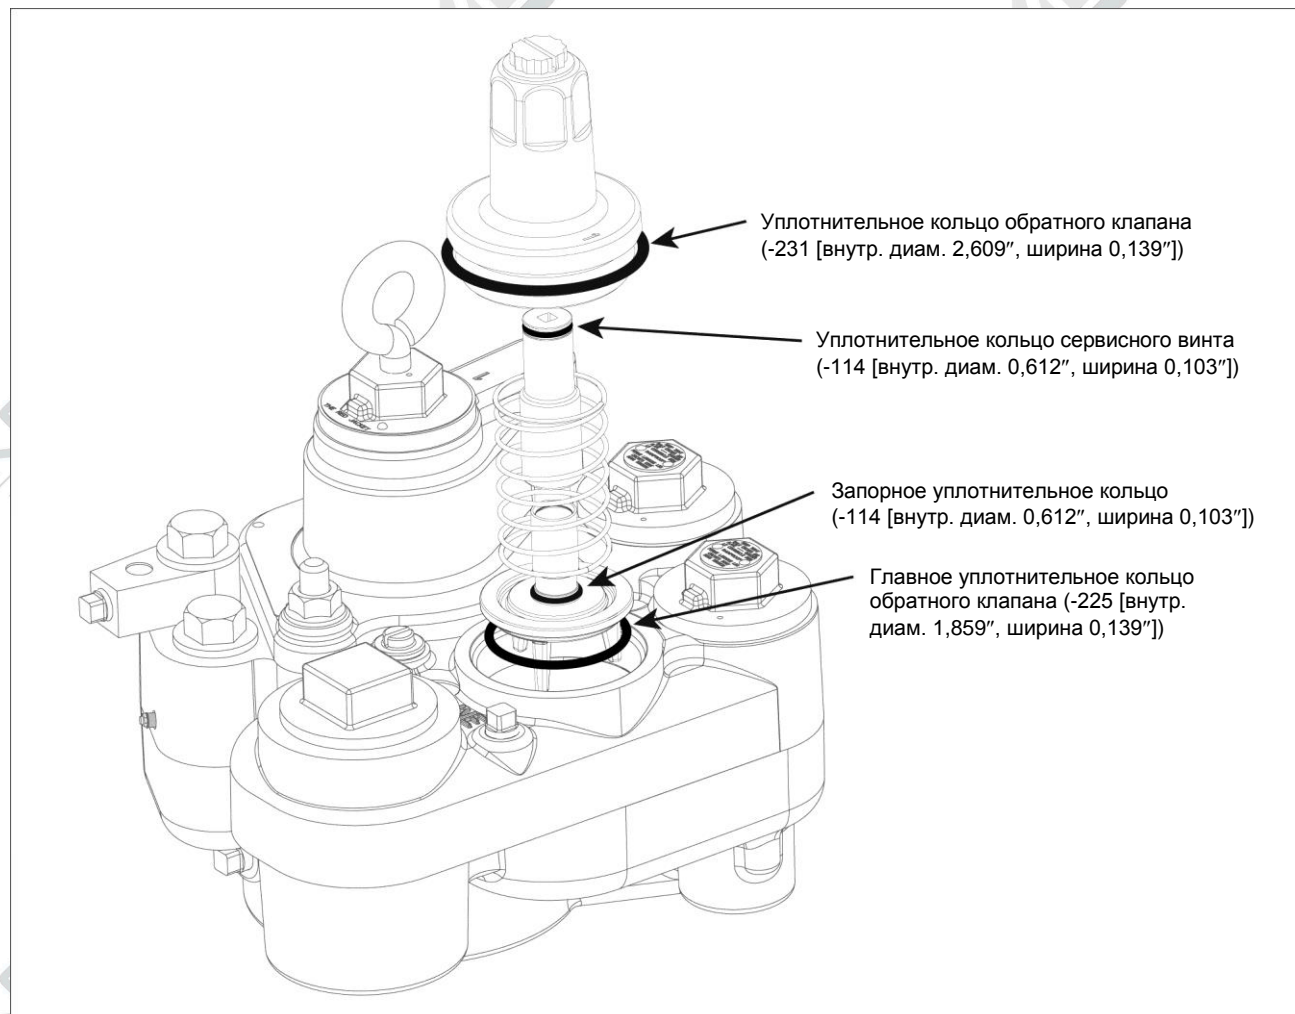

Рисунок 30. Установка собранного обратного клапана в манифольд
6. Установите обратный клапан (с установленным на него и смазанным уплотнительным кольцом) в гнездо в манифольде; на обратный клапан установите новую пружину (см. рисунок 30). Установите поверх обратного клапана и пружины корпус с уплотнительным кольцом и вручную закрутите его (корпус). Затяните корпус с усилием 40–50 футо-фунтов (54–67 Н·м).